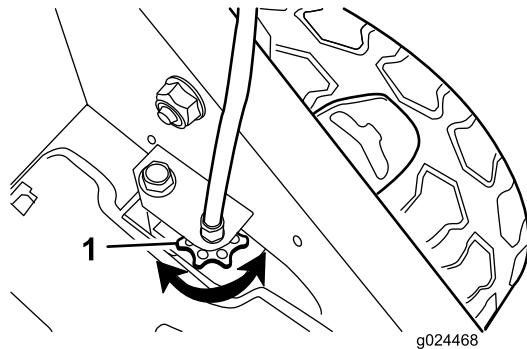

Figura 26
- Si las ruedas no giran al apretar la barra de autopropulsión, la correa de transmisión está demasiado floja. Gire el mando de control de la transmisión de las ruedas (Figura 26) una vuelta en sentido horario y repita los pasos 4 a 6.
- Si las ruedas giran antes de apretar del todo la barra de autopropulsión, la correa de transmisión está demasiado apretada. Gire el mando de control de la transmisión de las ruedas (Figura 26) una vuelta en sentido antihorario y repita los pasos 4 a 6.